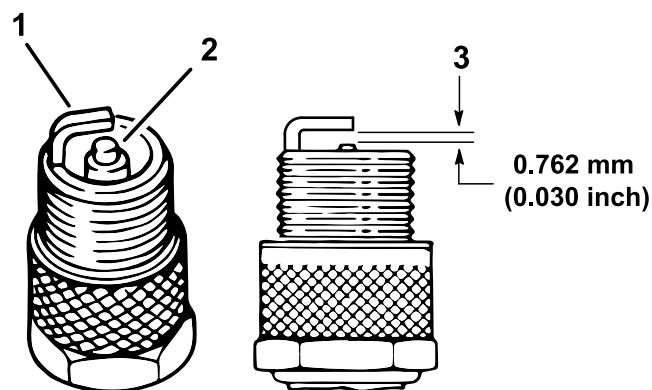

Figura 35
4. Verifique o estado dos elétrodos lateral e central, bem como do isolante do eléctrodo central, certificando-se de que não se encontram danificados (Figura 35).
5. Ajuste a folga existente entre a zona central e lateral do eléctrodo para 0,76 mm, como se mostra na Figura 35.